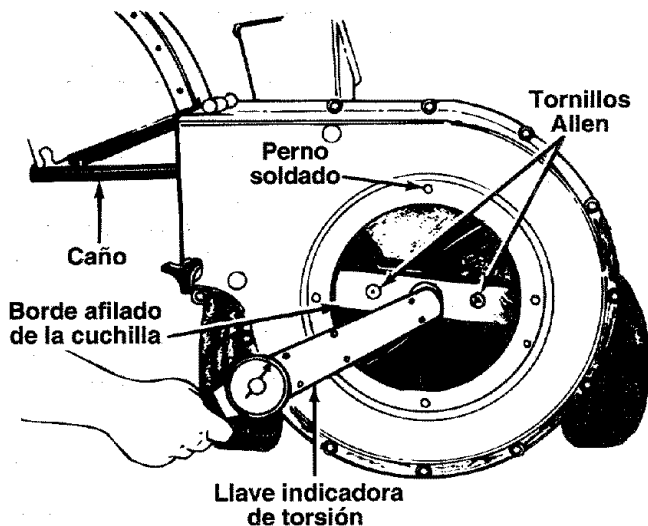

FIGURA 20.
- Baje el conjunto de la tolva. Tapone la cubierta. Vea la figura 20.